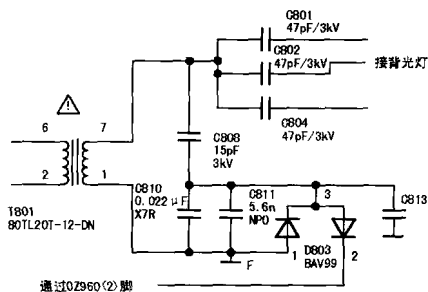

图 1-12 过压保护电路
**过压保护:** 此保护电路由②脚内外电路组成,如图 1-12 所示。逆变器次级端感应电压经 C808、C810、C811 分压后,经 D803(另一级为 D812)双向整流、C813 滤波后,送入 OZ960②脚,此脚电压达到门限电压 2V 时,